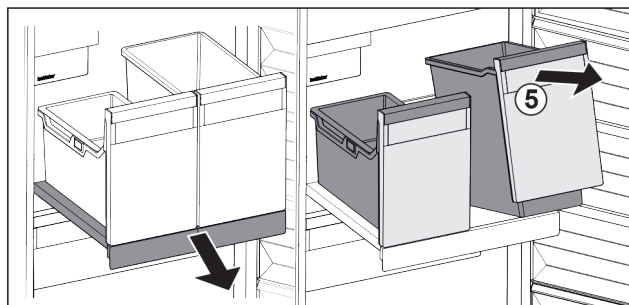

Fig. 94
- ▶ Ridicați recipientul Fig. 94 (5) din față.